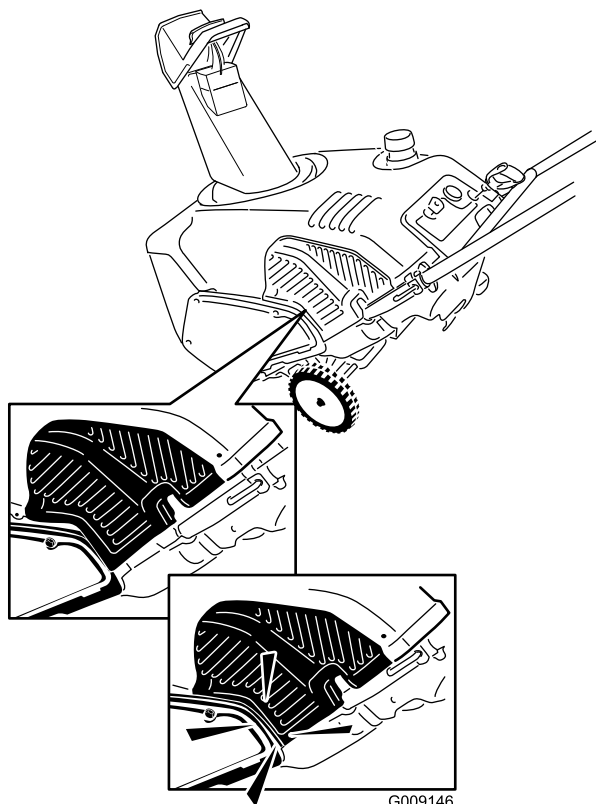

Figure 34
15. Rentrez le bord inférieur du déflecteur derrière le couvercle de courroie (Figure 34).